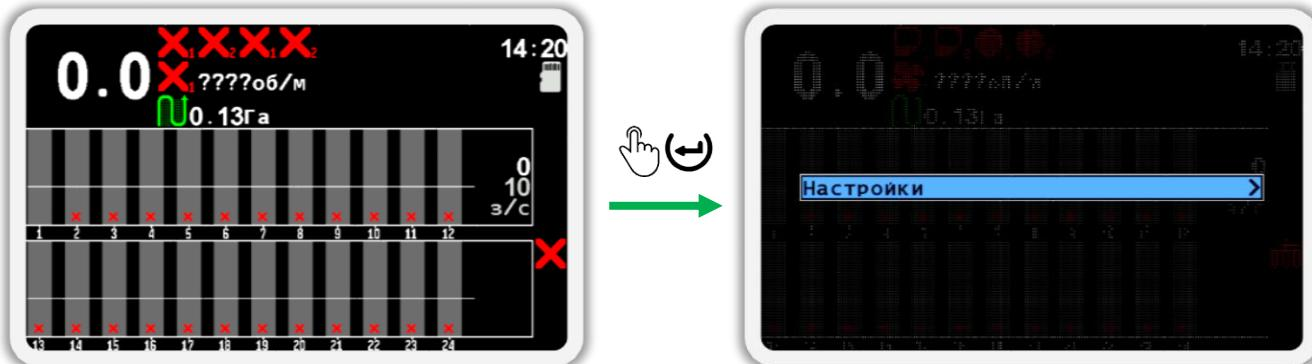

Рисунок 58
4. На главном экране нажмите кнопку  «Меню». В результате на экране будет показано меню с одним пунктом  «Настройки» (см. Рисунок 58).